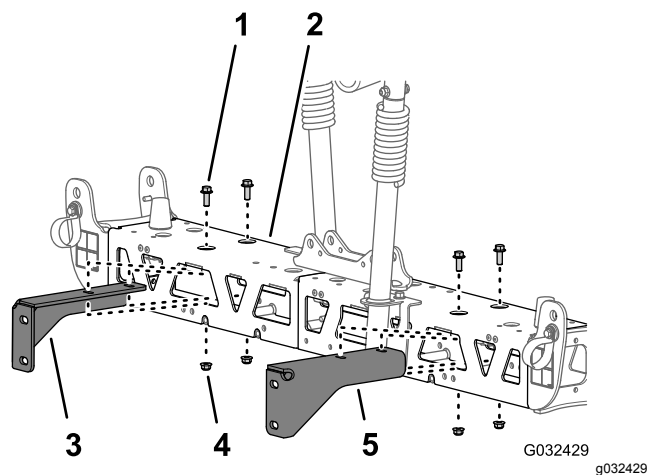

Рисунок 49
2. Удалите 2 болта с фланцевыми головками (3/8 x 1 дюйм) и 2 фланцевые контргайки (3/8 дюйма), которые крепят опорный кронштейн к средней секции опрыскивателя, и снимите кронштейн (Рисунок 49).
3. Выверните 2 болта с фланцевыми головками (3/8 x 1 дюйм) и 2 фланцевые контргайки (3/8 дюйма), которые крепят другой опорный кронштейн к средней секции опрыскивателя, и снимите кронштейн (Рисунок 49).